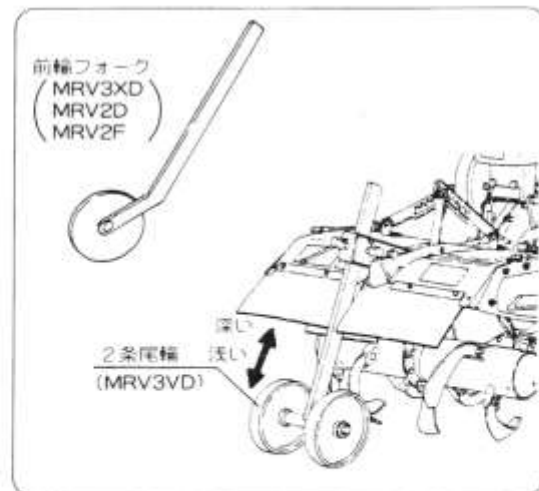

図22
- ① 前輪を上下することにより作業深さを変えることができます。(図22)